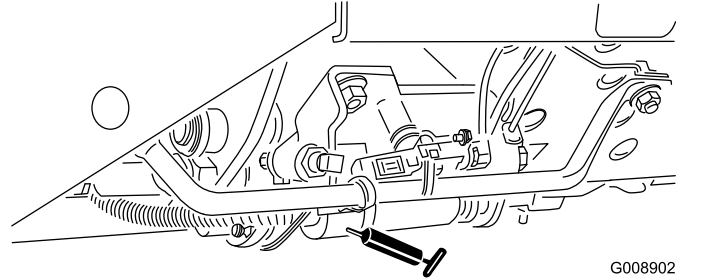

Bild 67
- Mähen-/Transportschieber (Bild 67)